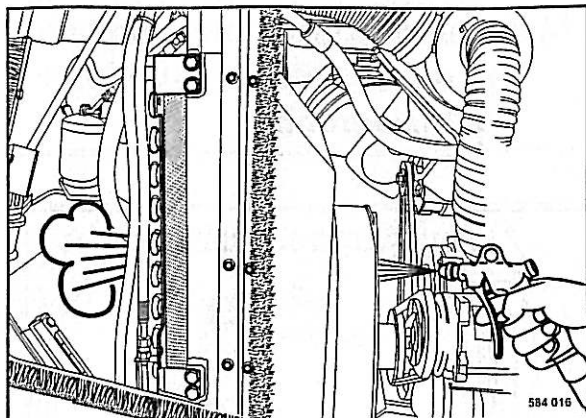

Fig. 76
- Limpiar el radiador (Fig. 76) soplando con aire comprimido